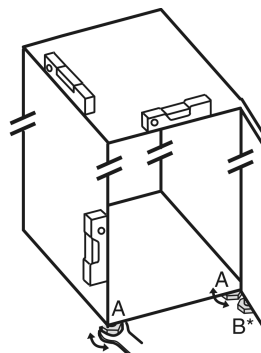

Fig. 36
- Seřizovací nožky Fig. 36 (A) vyšroubujte pomocí přiloženého vidlicového klíče a pomocí vodováhy, dokud nebude spotřebič pevně vyrovnaný.
- Seřizovací nožku Fig. 36 (B) na stojanu ložiska vytáchejte pomocí přiloženého vidlicového klíče, až dosedne na zem.
- Seřizovací nožku Fig. 36 (B) otáčejte dál o 90°.